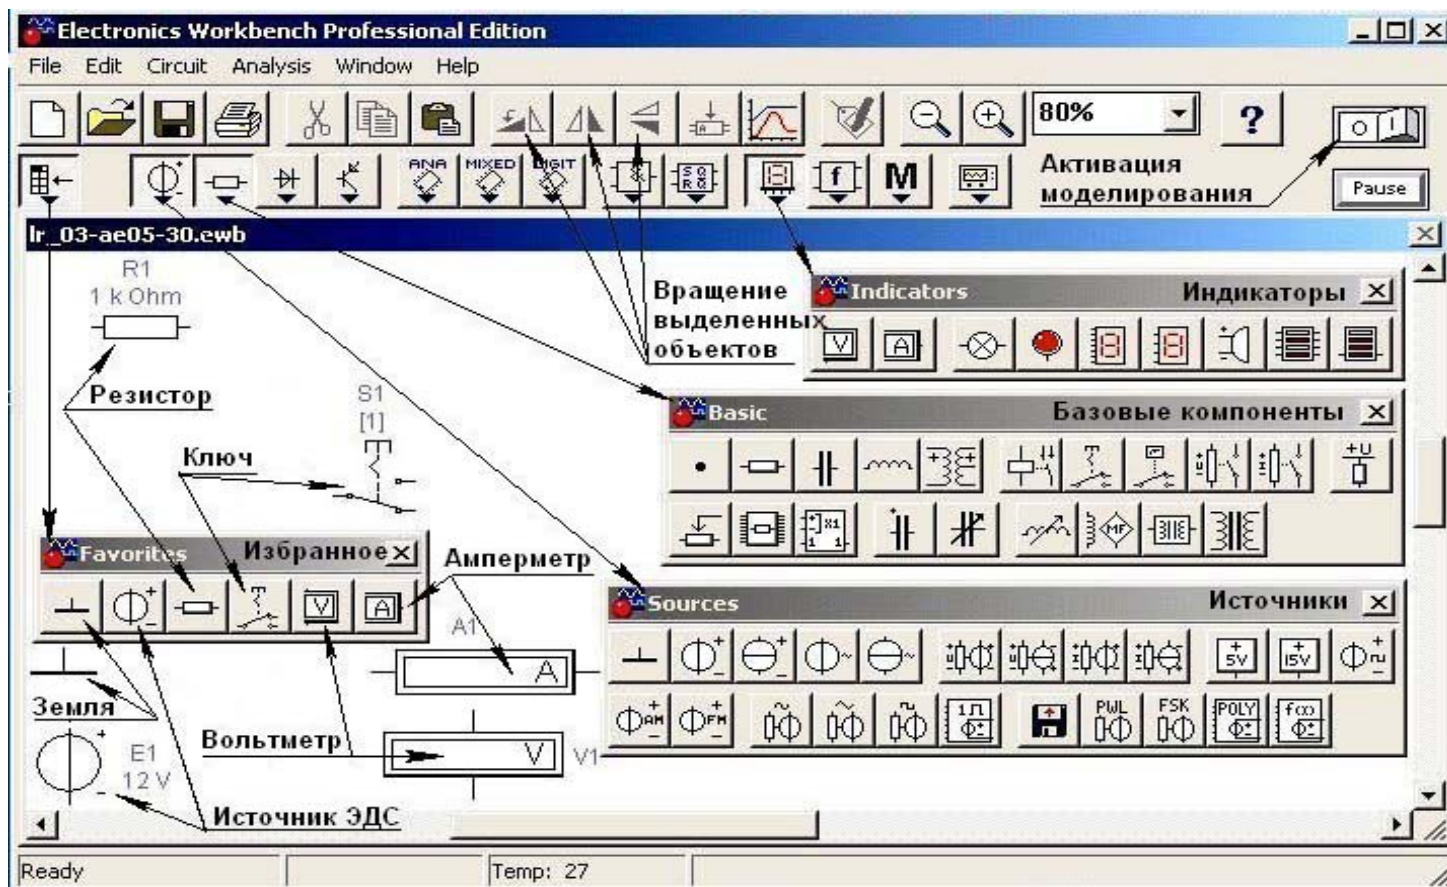

Рисунок 12 – Рабочий стол Electronics Workbench с панелями компонентов, которые необходимы для сборки моделируемой схемы (с комментариями)
3.1 Сборка схемы ЭЦ (рисунок 1) и подключение измерительных приборов осуществляется в среде EWB (рисунок 12).